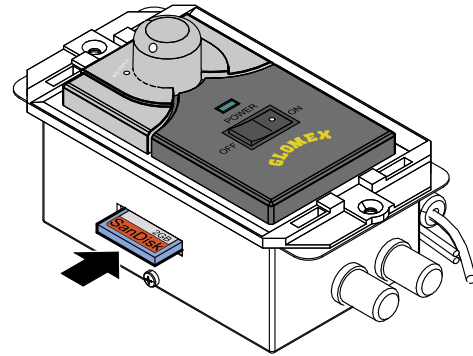

Fig. 34
3. Führen Sie die SD-Karte in den entsprechenden Schlitz auf der Seite der Steuereinheit ein, wie in **Fig. 34** gezeigt. Halten Sie dabei die Richtung ein (Seite mit dem Herstellerkleber nach oben) und stellen Sie sicher, dass die Karte vollständig eingesteckt ist.